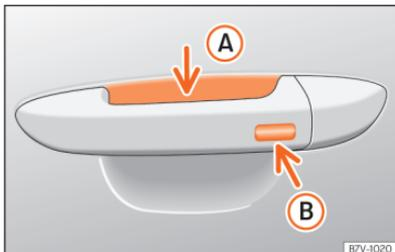

Fig. 50 Manípulo da porta: superfícies sensoras.
»» **Fig. 50**
- Toque na superfície sensora »» **Fig. 50 B** situada no lado exterior do manípulo da porta. Todos os indicadores de direção piscam uma vez.
- Antes de passarem 5 segundos, toque uma vez no sensor do lado exterior do manípulo da porta »» **Fig. 50 B**. Ao fazê-lo, não agarre o manípulo. O sistema Keyless Access fica desativado temporariamente.
Para fechar com a função de conforto todas as janelas elétricas, mantenha um dedo durante uns segundos sobre a superfície sensora de trancagem »» Fig. 50 B (seta) do manípulo da porta até que se tenham fechado.